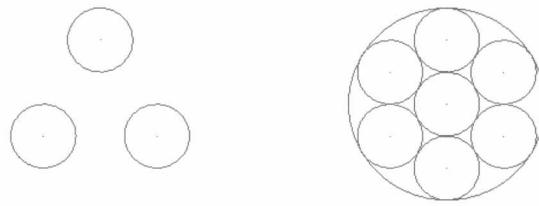

图1-16
**【练习1-16】：** 打开附盘上的文件“1-16.MCX”，利用【Create】/【Arc】/【Create Circle Edge Point】3点绘圆命令，将图1-16中的左图绘制为右图。